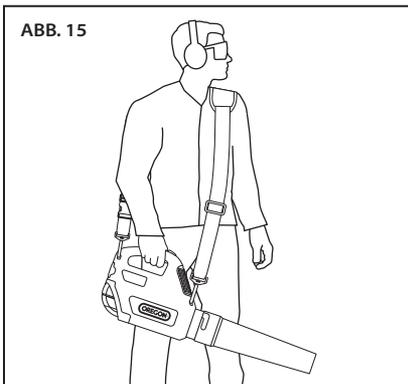

ABB. 15
- Verstellen Sie die Riemenlänge, bis sich das Gerät bequem bedienen lässt (Abb. 15).